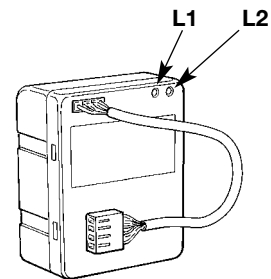

Fig. 1
- Prüfen, ob Led "L2" (Abb.1) leuchtet: das bedeutet, dass die Batterie der Anlage Energie liefert. Prüfen, ob die verschiedenen Leds an der Steuerung anzeigen, dass diese korrekt funktioniert.
- Die Automatisierung an die Netzspannung anschließen und prüfen, ob Led "L1" (Abb.1) aufleuchtet, was bedeutet, dass sich die Batterie korrekt auflädt.
- Die Automatisierung von der Netzspannung abtrennen und prüfen, ob Led "L2" (Abb.1) aufleuchtet, dann Automatisierung mindestens eine Öffnung und eine Schließung ausführen lassen, um zu prüfen, ob auch bei Batterieversorgung alles einwandfrei funktioniert.